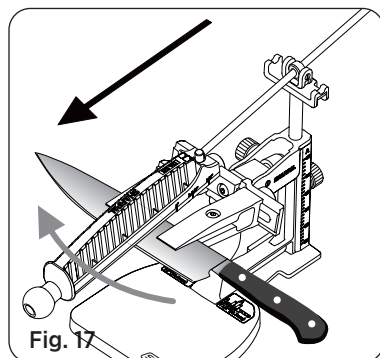

Fig. 17
**Uwaga:** Podczas polerowania ostrza noża skóra zawsze ruchaj w dół. Unikaj ruchów tam i z powrotem, aby nie przeciąć skóry. (Patrz Fig. 17) **Przed polerowaniem upewnij się, że ostrze jest czyste i wolne od plam wodnych.**